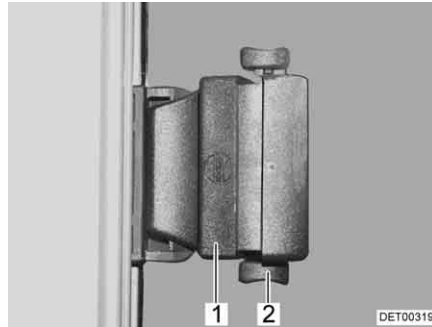

Bild 79 Skjutfönster med trycklås
- Tryck upp låset (Bild 79,2).
- Tryck handtaget (Bild 79,1) och skjut det samtidigt framåt eller bakåt.